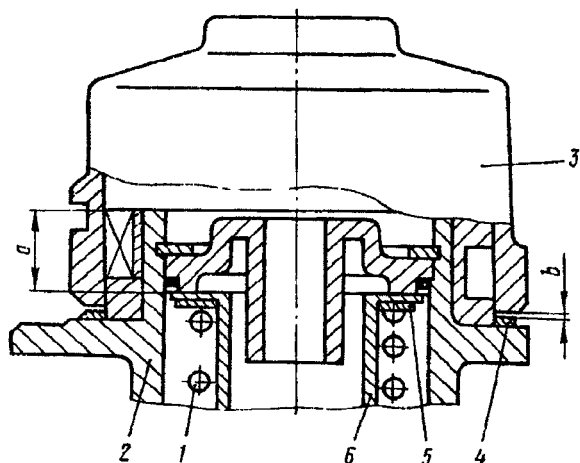

Рис. 311. Регулировка зазоров крана управления стояночной тормозной системой:
1. После установки пружины 1 (рис. 311) и тарелки 6 сожмите пружину до размера $a=13,7_{-0,1}$ мм от верхнего торца корпуса 2 до верхнего торца тарелки 6, при этом усилие пружины должно быть равно 127,5—152,0 Н (13,0—15,5 кгс). Если это усилие меньше 127,5 Н (13,0 кгс), то, установив на место позиции 5 шайбы (дет. 100-3537095 или 100-3537097), доведите усилие пружины до требуемой величины. Установка одной шайбы (дет. 100-3537095) увеличивает усилие пружины на 41,7 Н (4,25 кгс) и обеспечивает падение давления на 34,3 кПа (0,35 кгс/см ²), а установка одной шайбы дет. 100-3537097 увеличивает усилие пружины на 25,0 Н (2,55 кгс) и обеспечивает падение давления на 20,6 кПа (0,21 кгс/см ²).